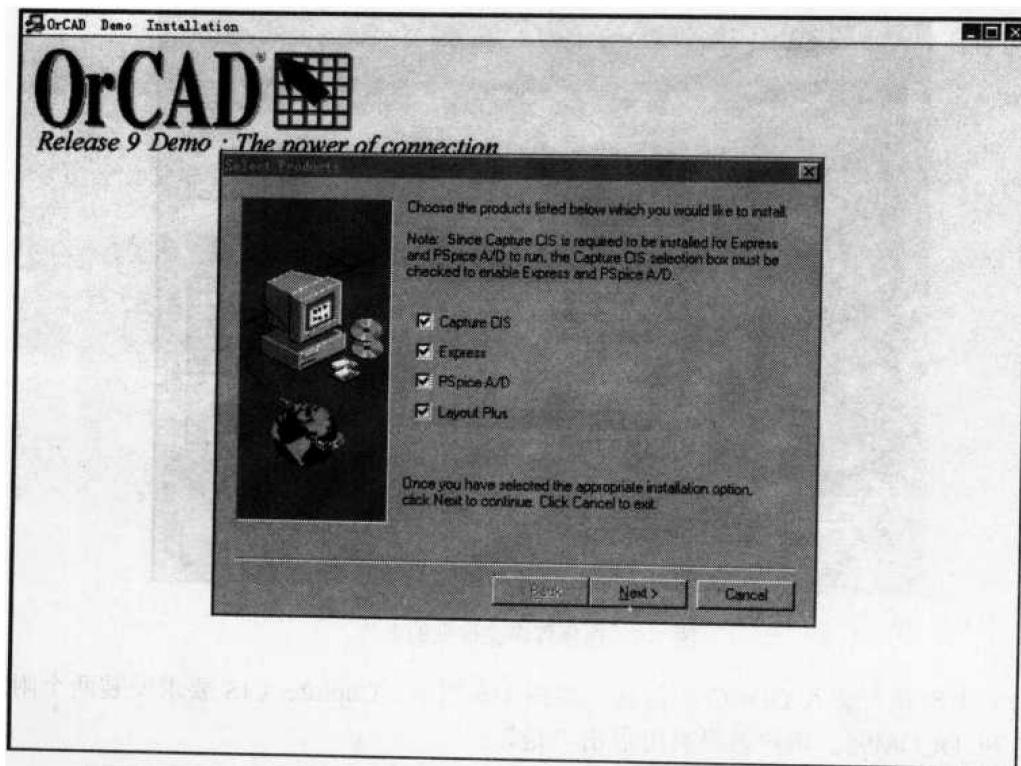

图 1-3 选择 OrCAD 的产品
(4) 之后出现如图 1-3 所示的画面，这是让你选择 OrCAD 的产品——Capture CIS 9.0、Express 9.0、PSpice A/D 9.0 和 Layout Plus 9.0。在此书中，我们选 Capture CIS 9.0、PSpice A/D 9.0 和 Layout Plus 9.0。然后单击“Next”按钮，进入下一步。